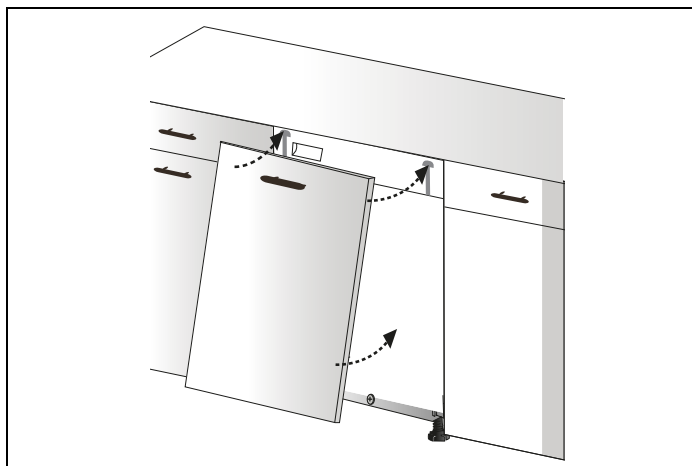

Fig. 29
- 7) Les supports de porte en plastique situés sur la porte en bois sont montés avec le lave-vaisselle correspondant aux décharges situées sur le panneau de commande et sont assemblés comme indiqué sur la Fig. 29 .